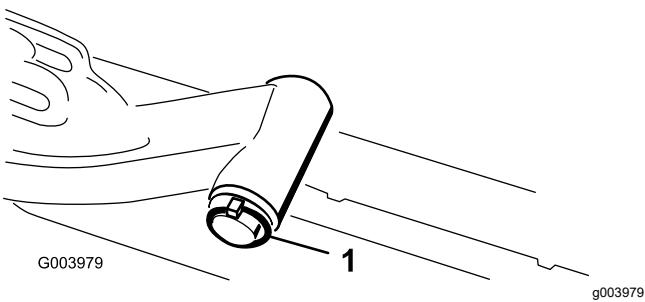

Figure 11
- Retirez la goupille à anneau et la rondelle qui fixent l'axe de pivot du bras de levage au bras de levage, et sortez l'axe de pivot du bras (Figure 11).
- Insérez l'axe du bras de levage dans le bras et fixez-le à l'aide de la rondelle et de la goupille à anneau (Figure 11).